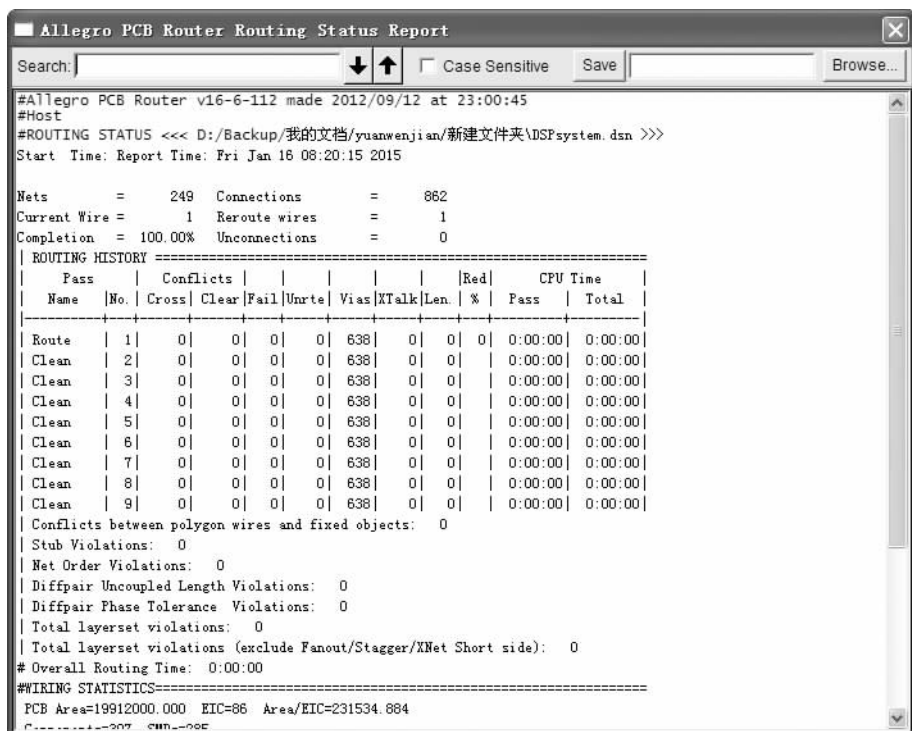

图 12-45 布线状态报告
1) 选择菜单栏中的“Report (报告)”→“Route Status (布线状态)”命令,可以看到整个布线的状态信息,如图 12-45 所示。